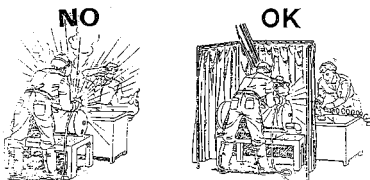

Abb.4
- Es sollte nur in geschlossenen und belüfteten Räumen geschweißt werden, die nicht in mit anderen Arbeitsbereichen verbunden sind, um alle Arbeiter vor Strahlung und Qualm zu schützen. Ist dies nicht möglich, sind die Personen in der Nähe des Schweißers und insbesondere dessen Gehilfen durch matte durchsichtige Vorhänge und Schirme, selbstlöschend und der geltenden örtlichen Norm entsprechend (die Wahl der Farbe eines Vorhangs hängt vom Schweißverfahren und vom Wert der verwendeten Ströme ab), UV-abweisenden Brillen und falls erforderlich, durch eine Maske mit geeignetem Schutzfilter (Abb. 4) zu schützen.